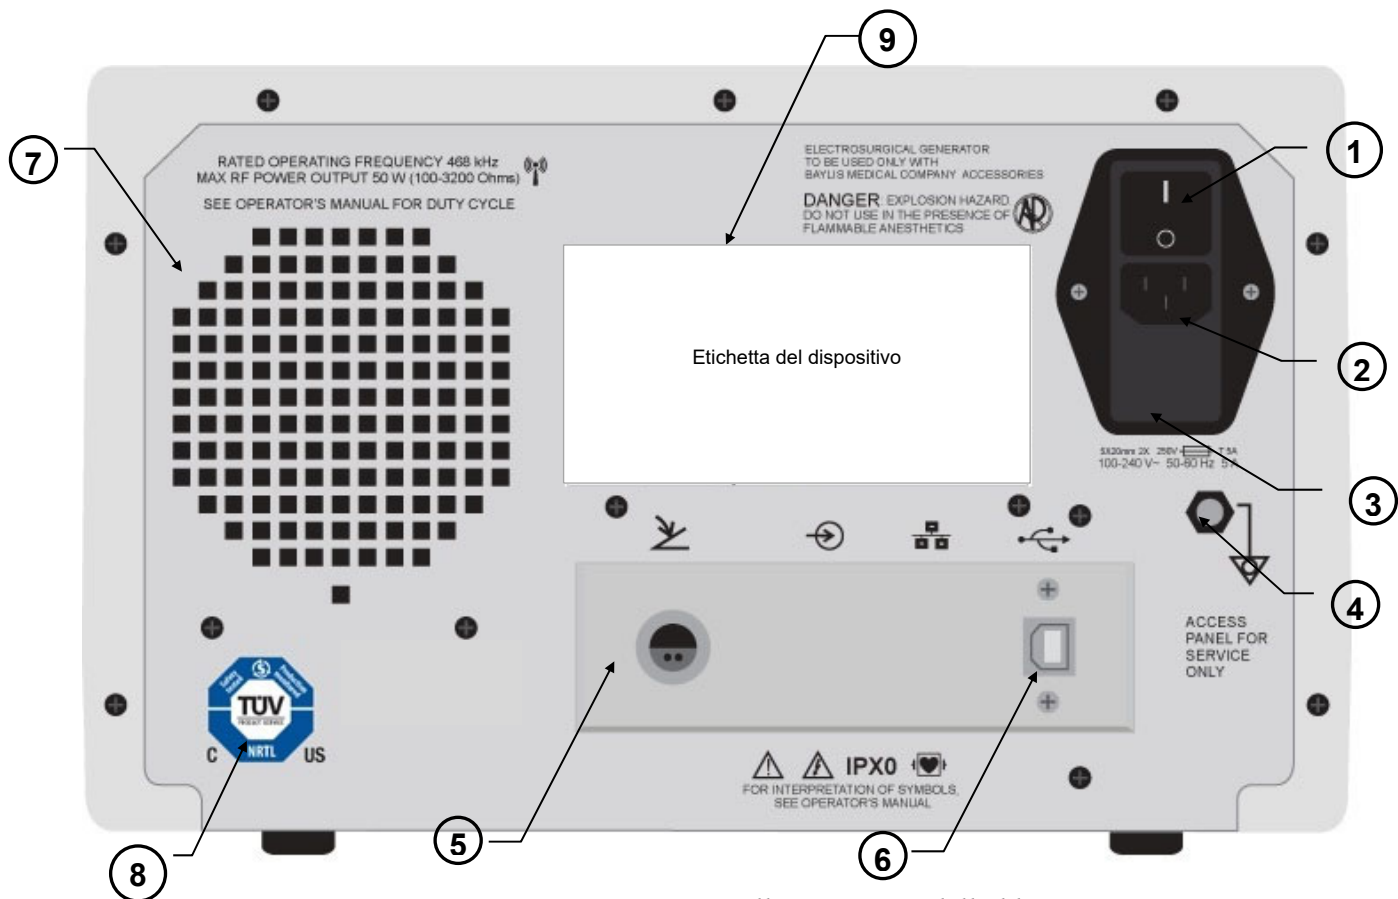

Figura 5-2 - Pannello posteriore dell'ablatore
Di seguito si descrivono i display del pannello posteriore, i controlli e i collegamenti. Consultare la Figura 5-2 - Pannello posteriore dell'ablatore per conoscerne la posizione.
- (1) **Interruttore alimentazione CA:** L'interruttore controlla l'alimentazione in ingresso dell'ablatore a monte della rete elettrica. Fa parte del modulo di ingresso dell'alimentazione che contiene anche la scatola fusibili e i connettore dell'alimentazione CA.
- (2) **Collegamento cavo di alimentazione CA:** Questo collegamento è predisposto per il fissaggio di un cavo di alimentazione di tipo ospedaliero.
- (3) **Scatola fusibili:** La scatola contiene i fusibili che proteggono l'ablatore da eccessiva corrente alternata.
- (4) **Collegamento equipotenziale a terra:** Il connettore è collegato al telaio / messa a terra. Esso è fornito per il collegamento di riferimento di terra in ambienti in cui viene utilizzato il cablaggio equipotenziale di terra.
- (5) **Collegamento FOOTSWITCH (pedale):** Questo collegamento riguarda il fissaggio del pedale. Come il pulsante RF ON / OFF, il FOOTSWITCH inizia e termina l'erogazione di energia RF, ma la sua azione è diversa da quella del pulsante RF ON / OFF. Il FOOTSWITCH deve essere premuto e tenuto in stato READY per fornire energia in radiofrequenza e deve essere rilasciato per sospendere l'erogazione di radiofrequenza.
- (6) **Connessione USB (coperta):** Usata solo da personale di servizio autorizzato.
- (7) **Ventola:** Per lo scarico dell'aria calda proveniente dall'ablatores viene usata una ventola brushless CC. La direzione del flusso è verso l'esterno dal pannello posteriore.
- (8) **Targa marcatura TUV:** Indica la conformità alle norme CAN /CSA 22.2 No. 60601-1:2008, EN 60601-1:2006, IEC 60601-2-2:2017
- (9) **Etichetta del dispositivo:** Questa etichetta indica il numero di modello, di serie e le informazioni di contatto del produttore. I simboli presenti su questa etichetta sono descritti nella Sezione 9.5.
N.B.: eventuali porte non indicate in Figura 5-2 - Pannello posteriore del generatore, non sono funzionanti e non devono essere utilizzate.